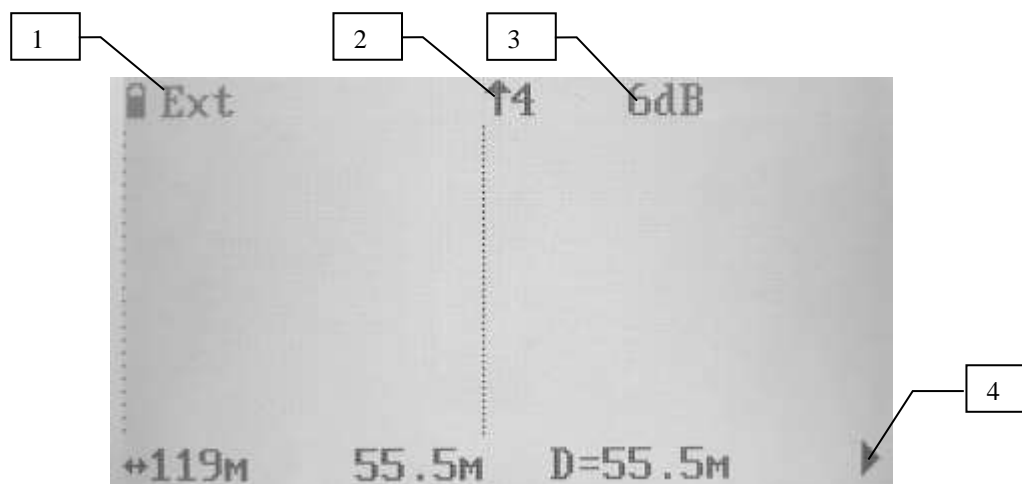

Рис. 30
- нажать кнопку «Меню». При этом на экране появится заставка этого режима рис. 30 и прибор переходит в режим ожидания импульса запуска.
Примеры рефлектограмм полученных в результате работ в составе поисковых лабораторий (КАЭЛ-3, КАЭЛ-5, ЭТЛ-35К и т.д.) в режимах «Испытание»/«Прожиг» (метод Desau) и «ГАУВ» (метод ICE) приведены на рис. 30а и рис. 30б.
Рис. 30а. Пример рефлектограммы места повреждения в режиме работы «Испытание»/«Прожиг» (метод Desau)
Рис. 30б. Пример рефлектограммы места повреждения в режиме работы «ГАУВ» (метод ICE)
Символ «■» в правом нижнем углу экрана (1, рис. 30а,б) означает, что рефлектометр зафиксировал полученный импульс. Для повторного запуска режима, после появления рефлектограммы и символа «■» достаточно нажать кнопку «Старт\Стоп» для перевода рефлектометра в состояние ожидания синхроимпульса, которое будет обозначено символом «▶». Для сохранения рефлектограммы необходимо выполнить действия аналогичные тем, которые описаны в подразделе 6.4.2. «Работа прибора с использованием внутренней оперативной памяти и внешнего запоминающего устройства».